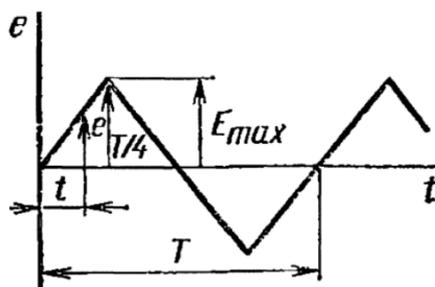

Рисунок 1 – Периодическая ЭДС
3. Определите действующую периодическую ЭДС, зависимость от времени которой приведена на рис. 1.